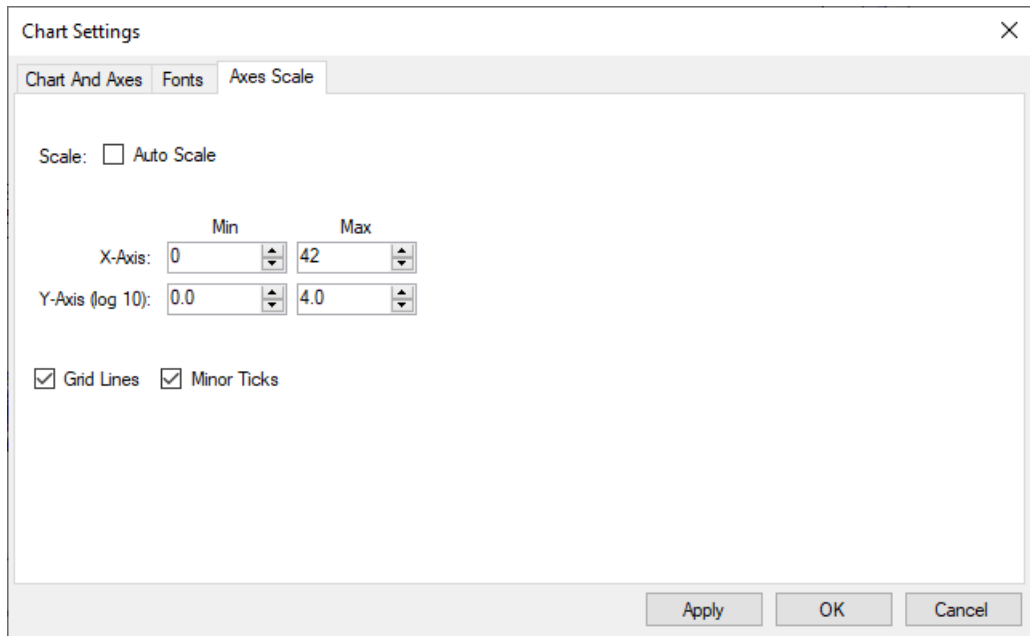

Figura 33 Finestra di dialogo Maestro Chart Settings: scheda Axes Scale
- d Nella colonna **Min** per l'**asse Y (log 10)**, digitare **0,0**, come mostrato nella **Figura 33**.